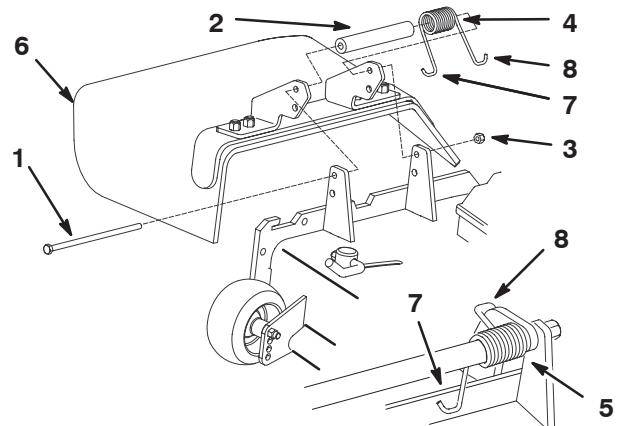

Figura 1
1. Coloque a anilha e a mola entre os suportes do deflector de relva (Fig. 1). Coloque a extremidade esquerda em gancho J da mola por trás da extremidade da plataforma antes de colocar o parafuso (como se mostra na figura 1).
**Nota:** Certifique-se de que a extremidade esquerda em gancho J da mola está por trás da extremidade da plataforma antes de colocar o parafuso (como se mostra na figura 1).